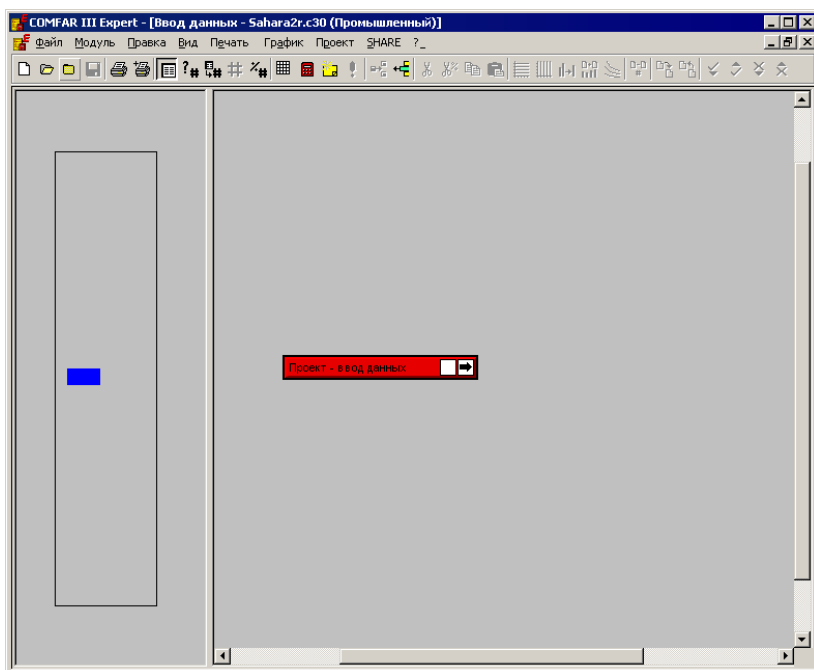

Рисунок 46: Окно просмотра с минимальной структурой
- Сначала сожмите структуру нажатием иконки Сжатие в корневом узле (рис. 46) и затем полностью расширьте ее нажатием иконки Раскрытие корневого узла правой кнопкой мыши (если активна опция **Полный вид** в меню Вид, левая кнопка мыши действует как правая кнопка - см. главу V.D).